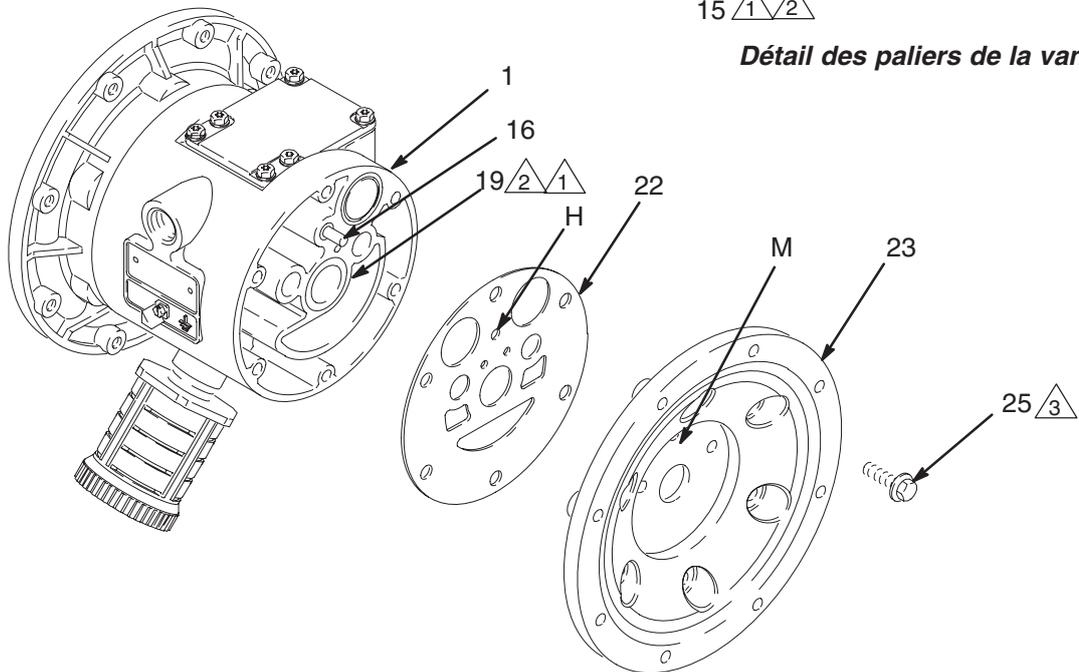

Fig. 15
- REMARQUE:** Si vous ne retirez que le palier de l'arbre de la membrane (19), sauter le point 4.
5. À l'aide d'une clé à douille de 10 mm, retirer les vis (25) retenant les capots de la vanne d'air (23) sur le corps principal (1). Voir fig. 15.
6. Retirer les joints (22) des capots de la vanne. Les remplacer systématiquement par des neufs.
7. Utiliser un système d'extraction de palier pour démonter les paliers de l'arbre de la membrane (19), les paliers (12) de la vanne d'air ou les paliers (15) des tiges d'inversion. Ne pas enlever les paliers intacts.
1. Si elles sont retirées, placer les joints en U de l'arbre (402*) de sorte que les lèvres soient tournées vers **l'extérieur** du corps (1).
2. Les paliers (12, 15 et 19) sont coniques et ne peuvent être montés que dans un sens. Installer les paliers dans le corps principal (1), **en introduisant l'extrémité conique en premier**. À l'aide d'une presse ou d'un maillet en caoutchouc et d'une masse, forcer le palier dans le corps principal de sorte qu'il affleure en surface.
4. Placer le nouveau joint du capot du circuit pneumatique (22) de sorte que la tige d'inversion (16) dépassant du corps principal (1) s'insère exactement dans l'orifice (H) adéquat du joint.
5. Positionner le capot du circuit pneumatique (23) de sorte que la tige d'inversion (16) s'insère exactement dans le trou médian (M) des trois petits trous près du centre du capot. Serrer les vis (25) à la main. Enduire le filetage des vis (25) avec du Loctite® de moyenne force (bleu) ou avec un produit équivalent. Voir fig. 15. À l'aide d'une clé à douille de 10 mm, serrer les vis uniformément en séquence diagonale à 15–17 N•m.